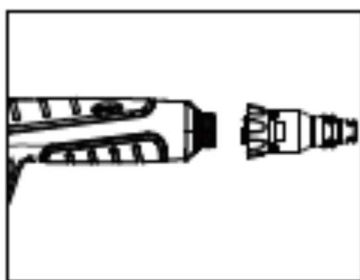

Figura 1
1. Collegare le forbici da potatura al connettore elettrico (Figura 1).